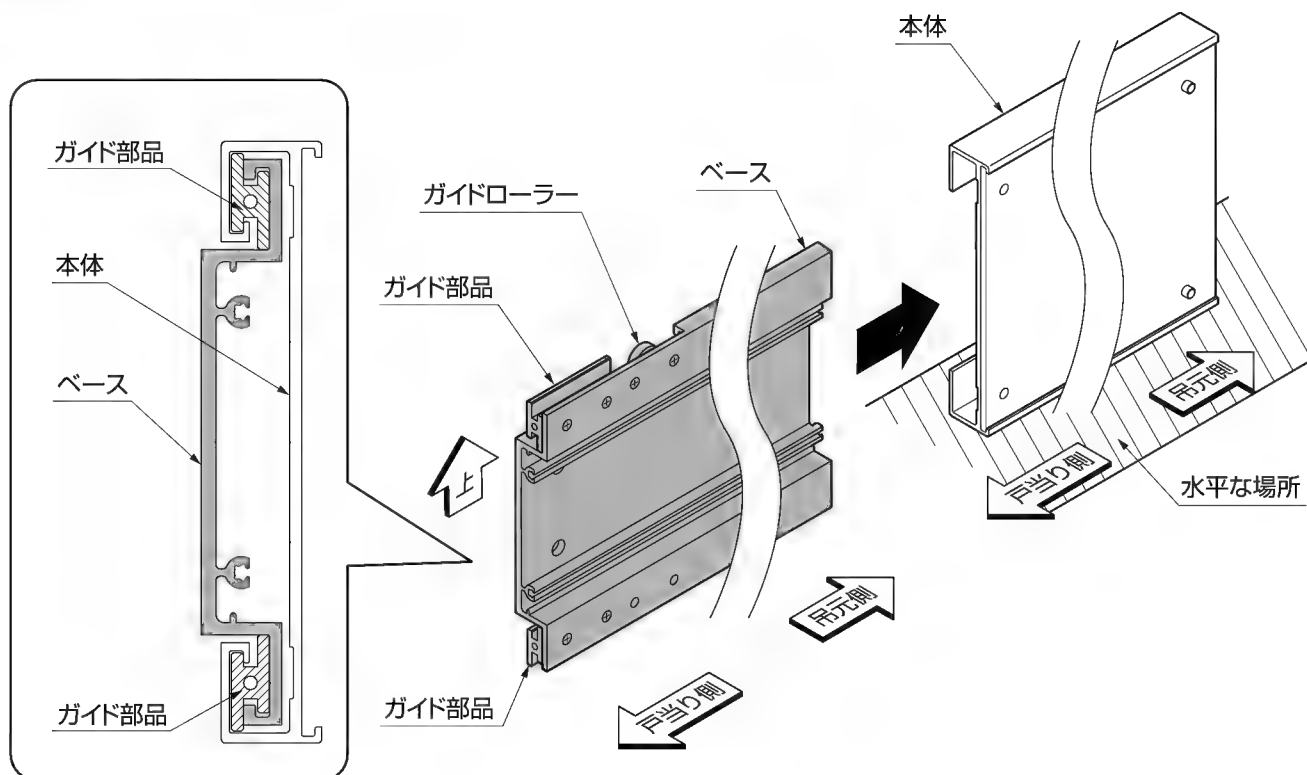

図5-1
- ①本体を水平な場所に動かないように立てかけてください。（図5-1参照）
- ②本体の戸当り側からベースの吊元側を入れ、ガイド部品の形状に合わせて、それぞれ通し入れてください。（図5-1参照）